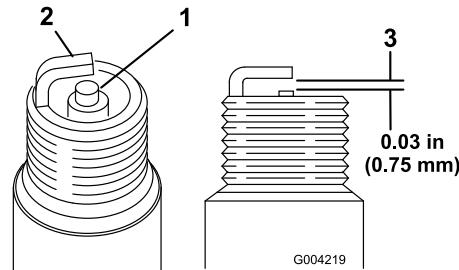

Figure 34
- Examinez le centre des bougies (Figure 34). Si le bec de l'isolateur est recouvert d'un léger dépôt gris ou brun, le moteur fonctionne correctement. S'il est couvert d'un dépôt noir, c'est généralement signe que le filtre à air est encrassé.
- Contrôlez l'écartement entre l'électrode centrale et l'électrode latérale (Figure 34).
- Courbez l'électrode latérale (Figure 34) si l'écartement est incorrect.